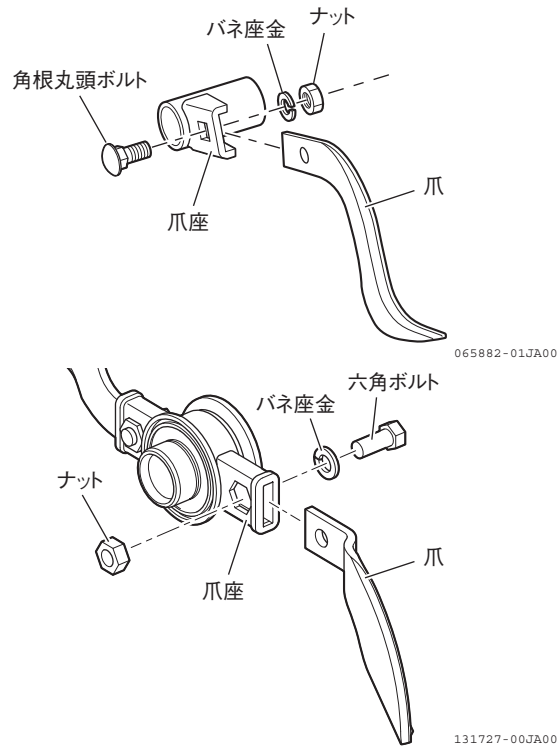

図 4-29 爪交換
1. 耕うん爪の取付ボルトを外して、爪を交換します。(図 4-29)